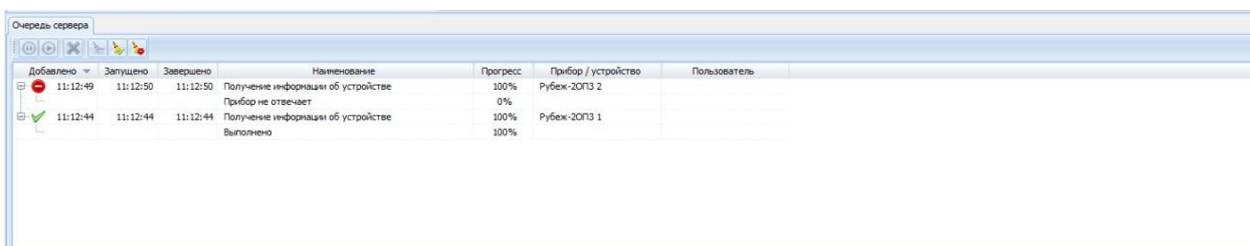

Рисунок 22.8 Окно «Очередь сервера»
6) **Окно «Очередь сервера»** - отображает запросы к серверу устройств (например, «Получение информации об устройстве», «Запись базы данных» и т. д.) (Рисунок 22.8). Окно «Очередь сервера» можно открыть с помощью соответствующей закладки в нижней части окна вкладки **Планы**.